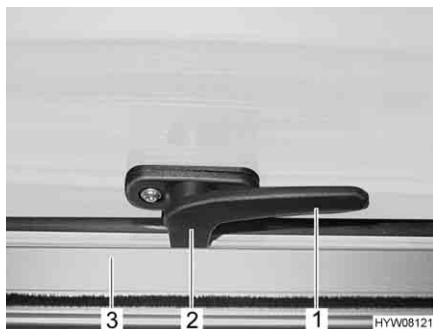

Fig. 39 Leva di serraggio in posizione "Chiuso"
- Ruotare la leva di serraggio (Fig. 39,1) di un quarto di giro verso il centro della finestra.
- Ruotare la leva di serraggio (Fig. 39,1) di un quarto di giro verso il telaio della finestra. Il nasello di chiusura (Fig. 39,2) si trova sul lato interno della chiusura della finestra (Fig. 39,3).